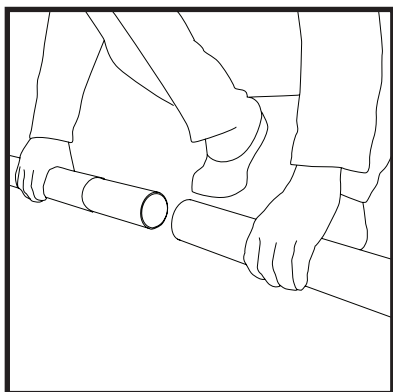

Abb. 15
11. Setzen Sie den Mast zusammen, indem Sie die Elemente ineinander stecken, mit Ausnahme der Mastkrone (Abb. 15).